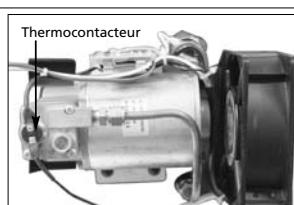

Figure 2 - Pompe/moteur original pourrait avoir un thermocontacteur sur la tête de la pompe
• **Pump / motor with thermal switch (Figure 2):** This pump / motor has one of the fan wires connected to the thermal switch on compressor head. Use wire cutting tool to cut wire 1 1/2" - 2" from where it connects to thermal switch. The other black fan wire connects to the circuit board. Cut this wire where it connects to circuit board. Prepare wires for reinstallation by stripping back insulation approximately 1/4" with wire stripping tool.
• **Pompe / moteur avec thermocontacteur (Figure 2) :** Ce type de pompe / moteur a l'un des fils du ventilateur branché au thermocouple sur la tête du compresseur. Avec l'outil coupe-fils, couper le fil à environ 1 1/2 po à 2 po (3,8 à 5,08 cm) de l'endroit où il se branche au thermocontacteur. L'autre fil noir se branche à la carte de circuits imprimés. Couper ce fil où il se branche à la carte de circuits imprimés. Préparer les fils pour leur réinstallation en dénudant l'isolant d'environ 1/4 po (0,63 cm) avec le dénudeur de fil.